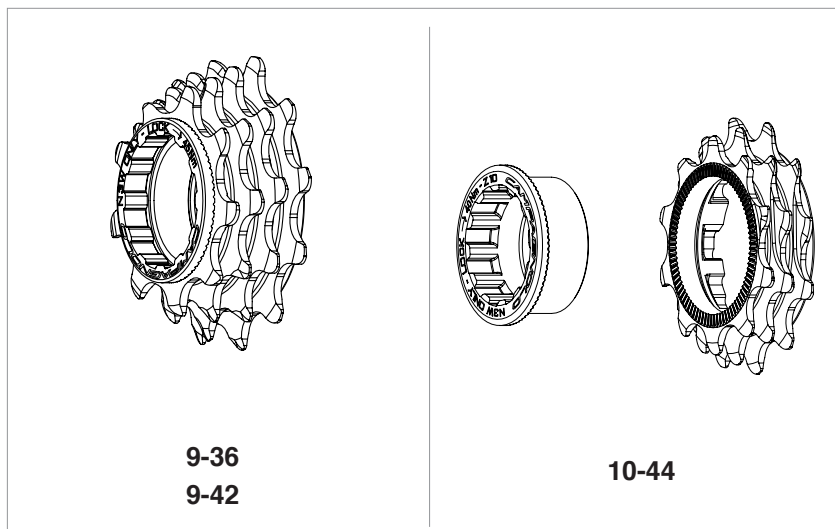

Abb.3
• Setzen Sie die kleinen Ritzel auf dem Freilaufkörper ein (Abb. 3).
Bei Kassetten mit Ausgang Z9 ist die Hülse mit den kleineren Ritzeln integriert (Abb.3).